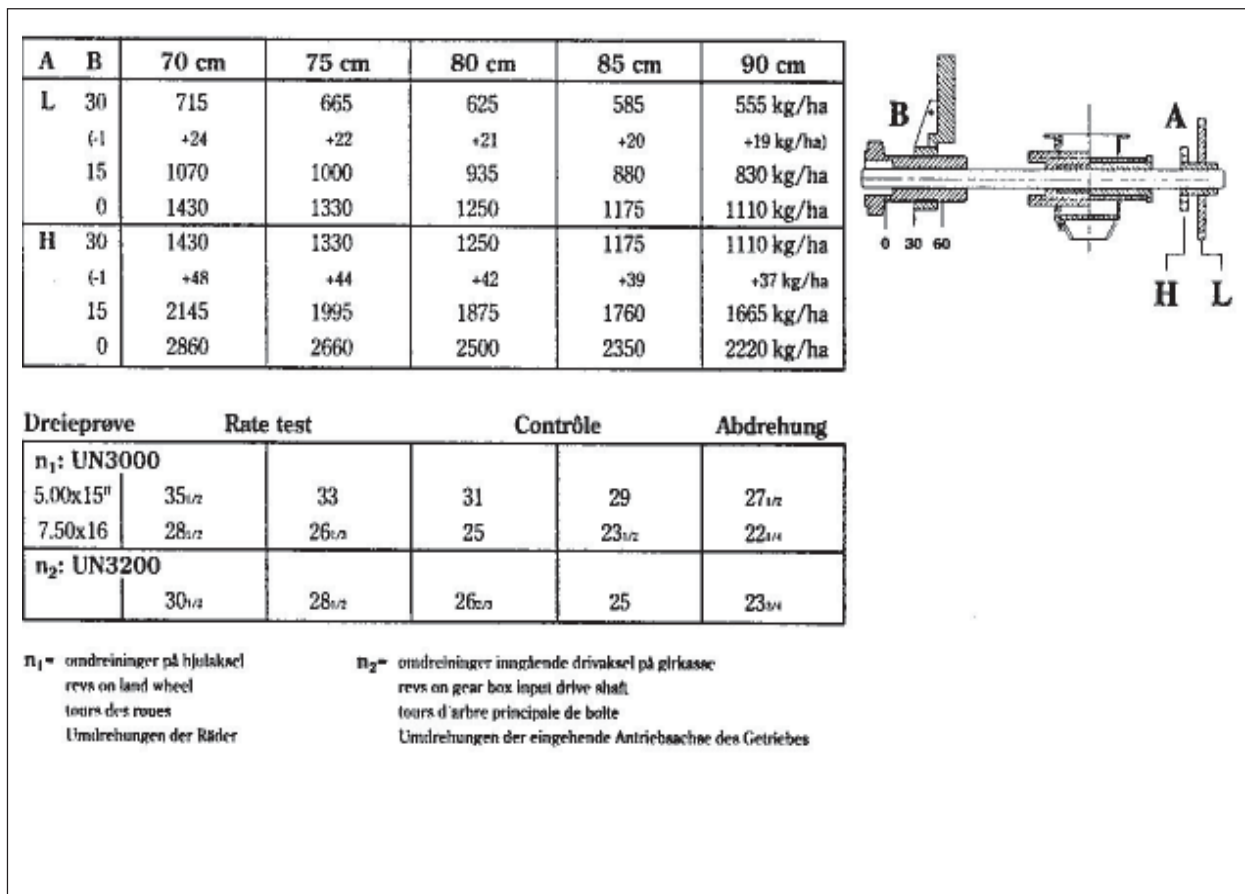

Fig. 51
Se tabell på maskinen (fig 51). Lägg märke till maskinens två hastigheter (A) (på maskinens vänstra sida). Det avråds från att ställa skivvalse ner mot minsta mängden (skalvärdet 40-60) för noggrannheten påverkas då starkt av gödselstrukturen och hastigheten på såvalsarna.